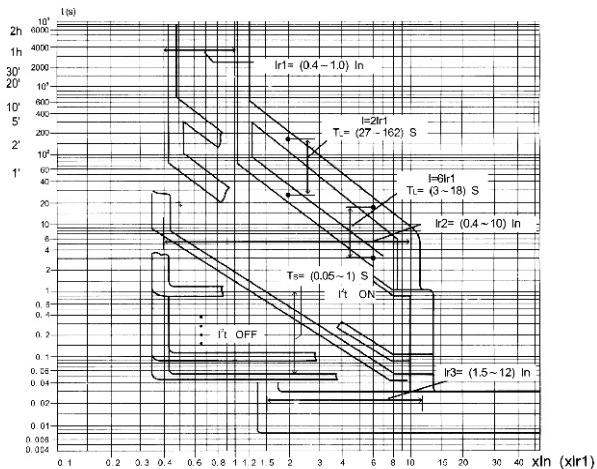

图4 H型智能脱扣器的过电流保护特性曲线
6.2.3 H型智能脱扣的过电流保护特性曲线见图4、技术数据见表5。